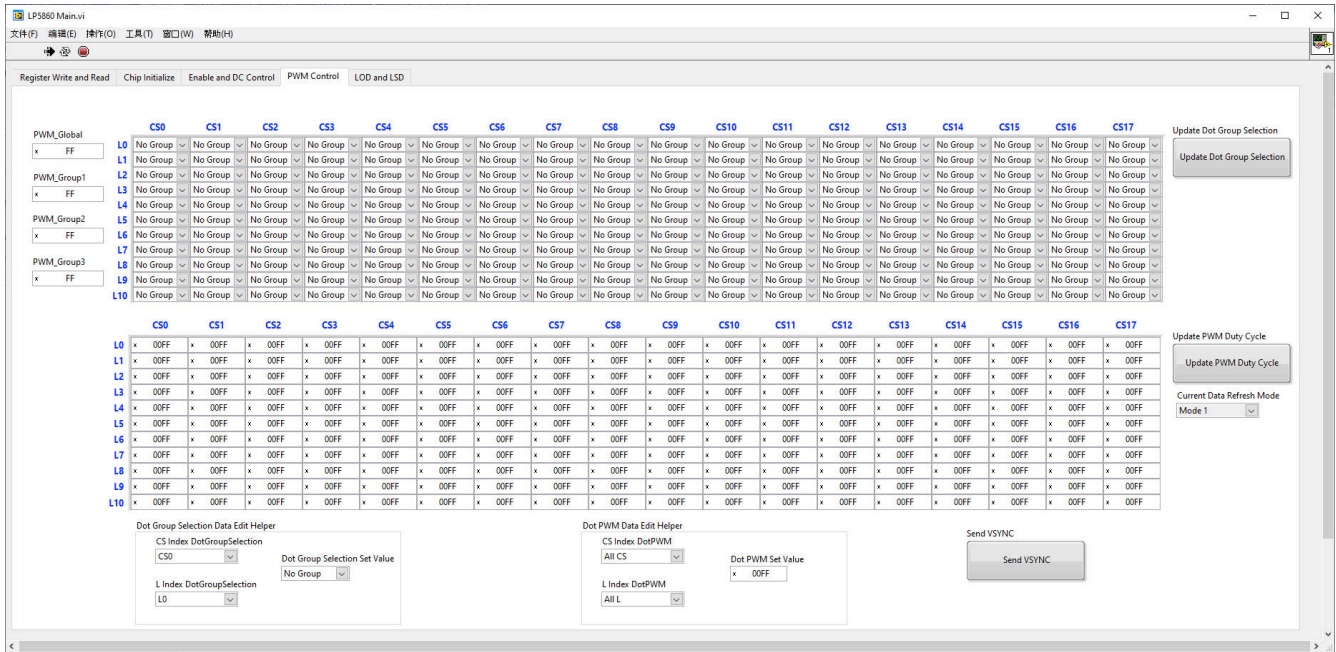

图 3-5. LP5867EVM GUI PWM Control
4. 选择第四个页面选项卡 *PWM Control* ( 请参见图 3-5 )。